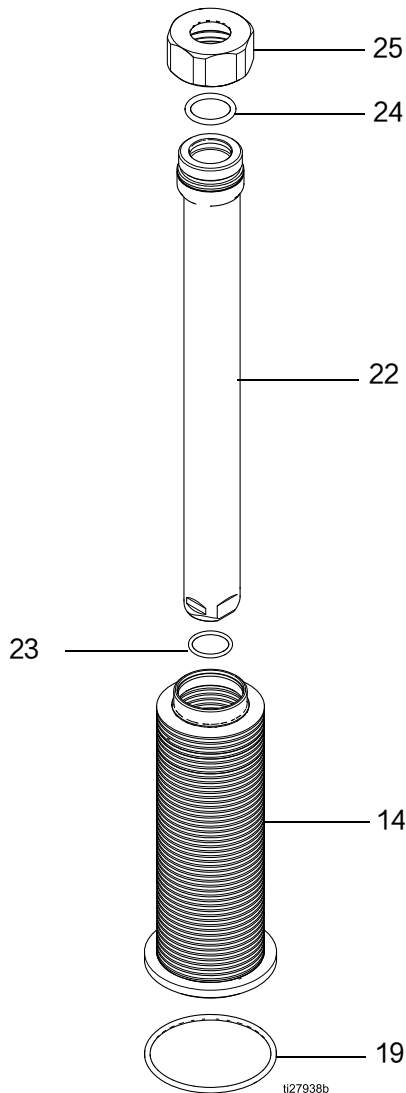

图 3. 拆卸或组装波纹管
5. 拆下波纹管 O 形圈 (19)。
**注意:** 波纹管组件包括波纹管螺母 (25)、波纹管 (14)、O 形圈 (23, 24), 以及波纹管衬套 (22)。要进行拆卸, 参见**拆卸波纹管组件** (第 8 页) 和图 3 (第 9 页)。
7. 从波纹管室 (13) 底部周围卸下四个有头螺丝 (33)。垂直向上升高波纹管室, 脱离流体出口壳体 (8)。小心不要损坏活塞柱 (3)。
参见图 3（第 9 页）。
7. 拆下波纹管 O 形圈 (19)。参见图 3（第 9 页）。
8. 从波纹管室 (15) 上拆下波纹管组件。卸下 O 形圈 (23)。
9. 如果波纹管已经故障，也从顶部安装板上拆下呼吸阀 (28)。清洁堵塞油漆的流体通道。